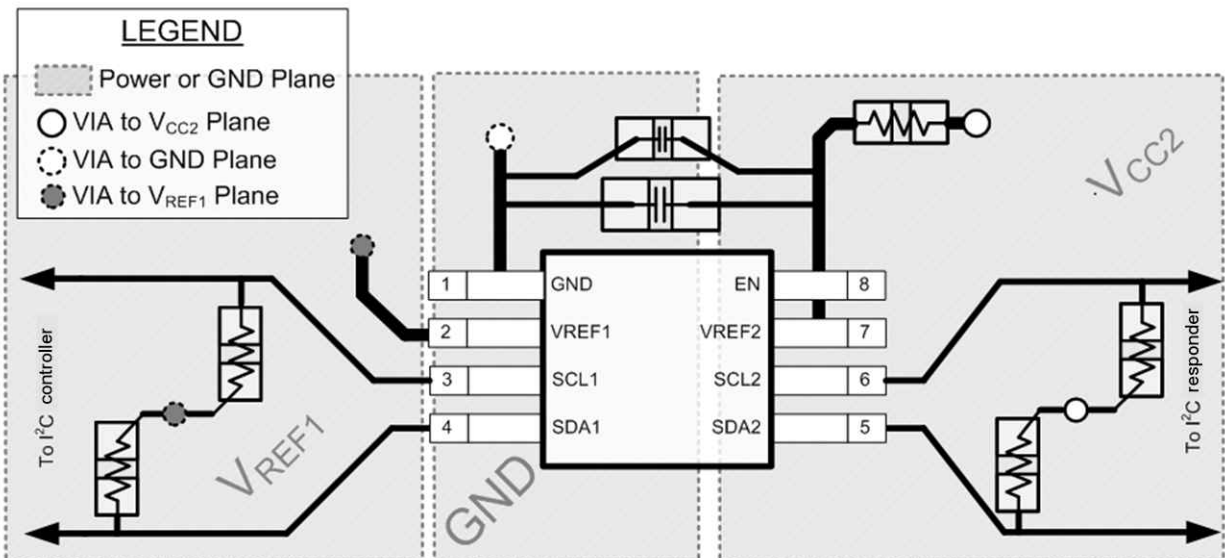

图 11-1. 布局示例
在所有 PCB 布局中，最佳实践是避免信号布线呈直角，在离开集成电路 (IC) 附近时让信号布线呈扇形彼此散开，并使用较粗的布线来承载通常会经过电源和接地布线的更大电流。100pF 滤波电容应尽可能靠近 VREF2 放置。也可以使用更大的去耦电容器，但两个电容器和 200kΩ 电阻器的更长时间常数会导致 TCA39306-Q1 器件的导通和关断时间更长。图 11-1 中显示了这些最佳实践。
对于图 11-1 中提供的布局示例，可以将顶层用于信号布线，将底层用作电源 (VCC) 和接地 (GND) 的分割平面，从而打造只有两层的 PCB。然而，对于具有更高密度信号布线的电路板，最好使用四层电路板。在四层 PCB 上，通常在顶层和底层上进行信号布线，将一个内部层专门用作接地平面，并将另一个内部层专门用作电源平面。在使用平面或分离平面供电和接地的电路板布局布线中，过孔直接放置在表面贴装元件焊盘旁边，该焊盘必须连接到 VCC 或 GND，而过孔以电气方式连接到电路板的内层或另一侧。当信号布线必须路由到电路板的另一侧时，也使用过孔，但图 11-1 中未演示此技术。